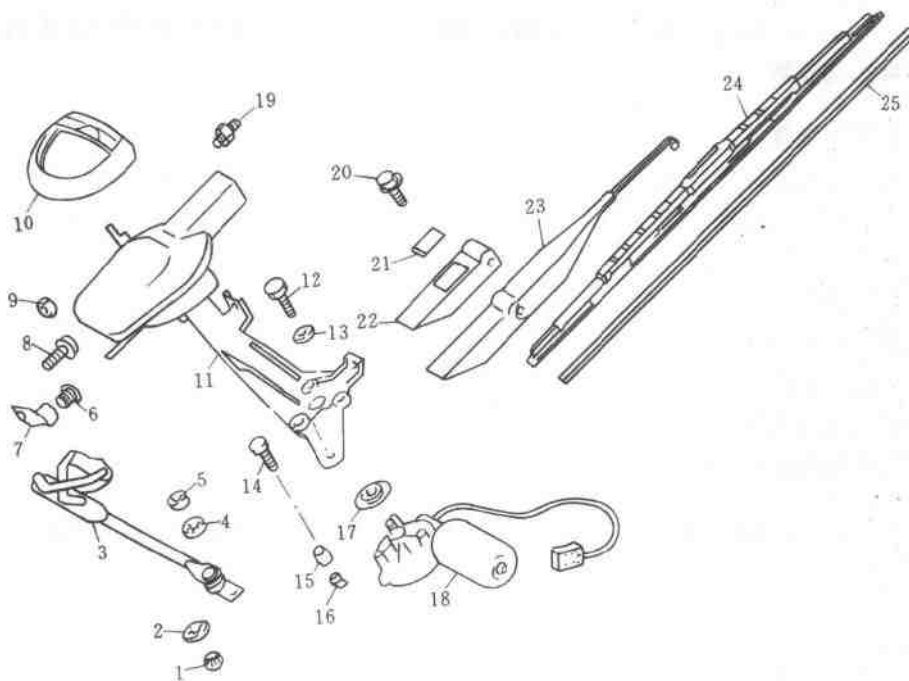

图 5-3-5
(6) 拆下联动机构与防火墙的固定螺栓，然后把联动机构向前抽进气压室(图 5-3-5 所示，为雨刮系统零部分解图)。